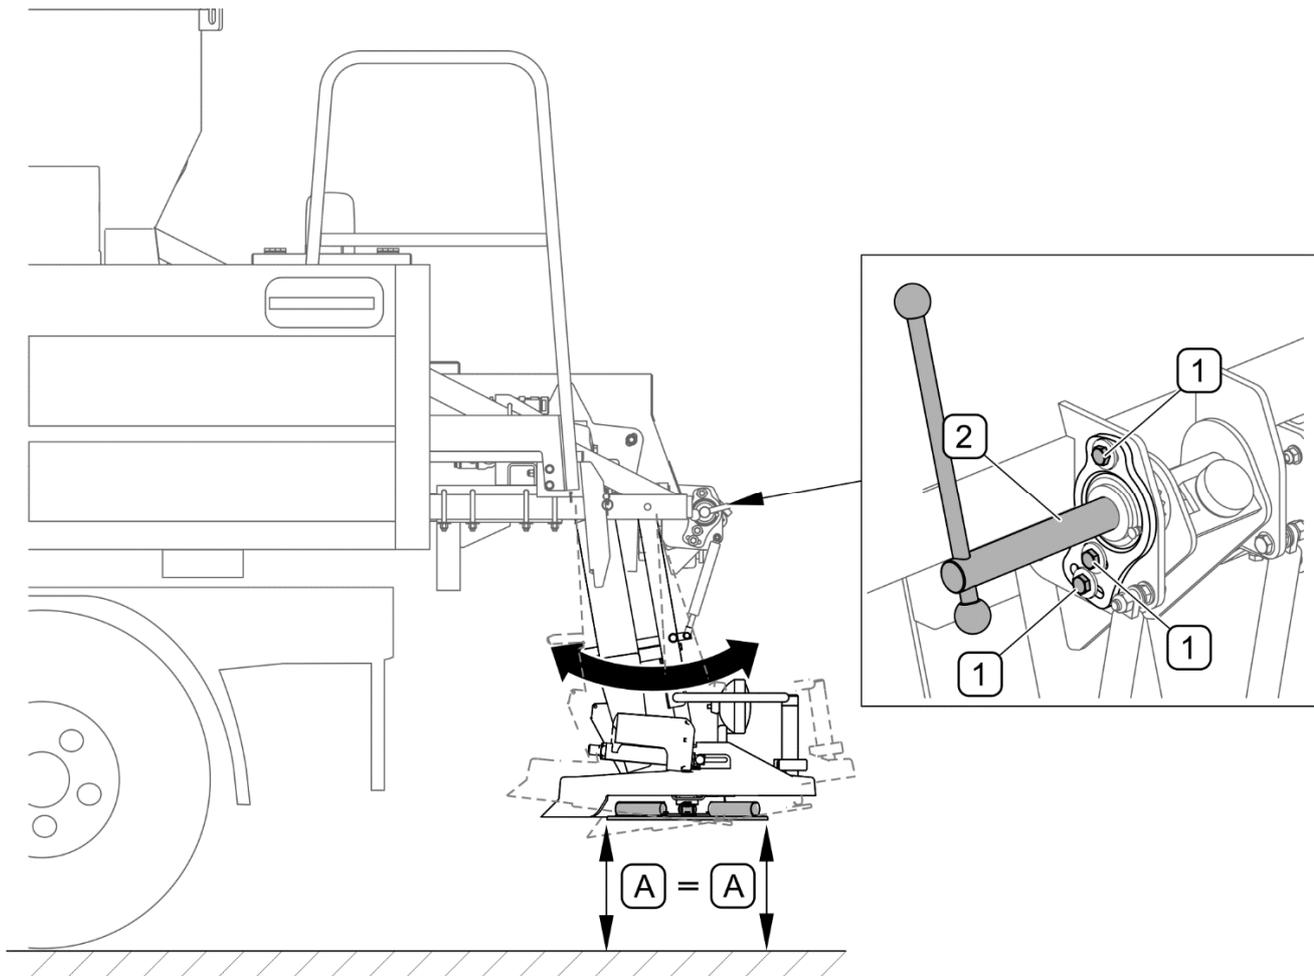

РИСУНОК 4.12 Регулировка разбрасывающего диска по уровню
(1) - болт M10x35; (2) - прижимной болт
Во время работы разбрасывающий диск должен располагаться горизонтально. Чтобы это проверить, нужно убедиться, что расстояние от основания до диска в двух крайних точках (A) одинаково (РИСУНОК 4.12). В противном случае необходимо произвести регулировку следующим способом:
- убедиться, что прижимной болт (2) затянут,
- ослабить три болта (1),
- перемещая разбрасывающий механизм вперед или назад, установить разбрасывающий диск так, чтобы расстояния (A) были одинаковы,
- затянуть болты (1).